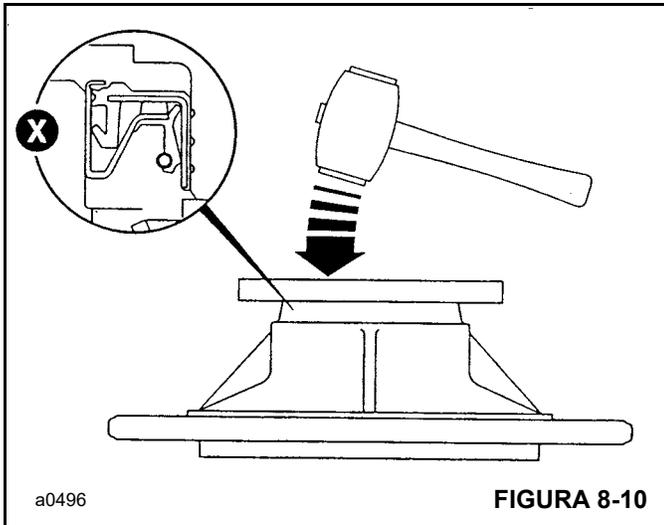

FIGURA 8-10
5. Con la llave de acoplamiento impulsor (Figura 8-10), apriete la tuerca a un par de 250 Nm (184 lb-pie).
No lubrique antes de instalar. Inserte el sello recto en el portacojinete **8** hasta que el reborde de ubicación quede a ras, como se ilustra en X Figura 8-10.